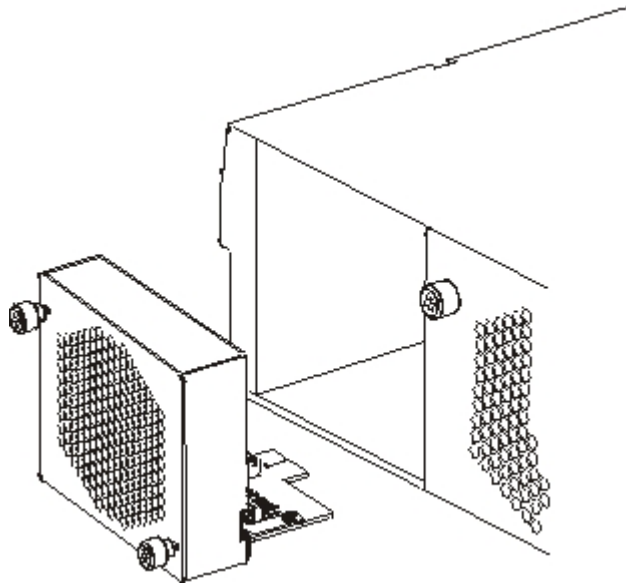

図 15. Type 7199 アプライアンスのファン・モジュールの取り外し
5. 図 15 に図示されているように、ファン・モジュールを取り外します。